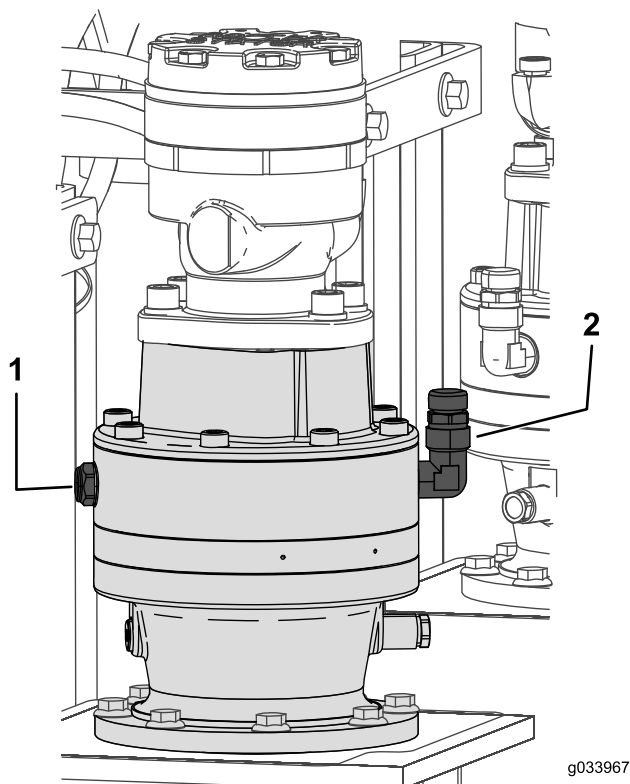

Figura 132
1. Verifique o nível de óleo pelo visor de nível de cada um dos comandos planetários do sistema de ancoragem (Figura 132).
2. Remova a tampa do respiro e adicione o óleo no comando planetário até o nível atingir, pelo menos, metade do visor de nível (Figura 132).